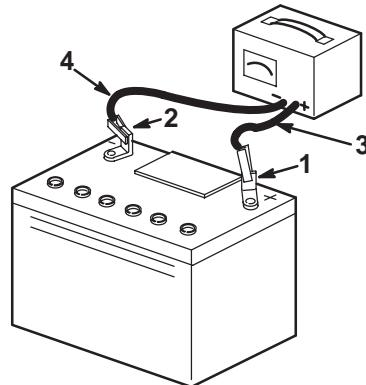

Figure 26
4. Quand la batterie est chargée au maximum, débranchez le chargeur de la prise, puis débranchez les fils du chargeur des bornes de la batterie (Fig. 26).